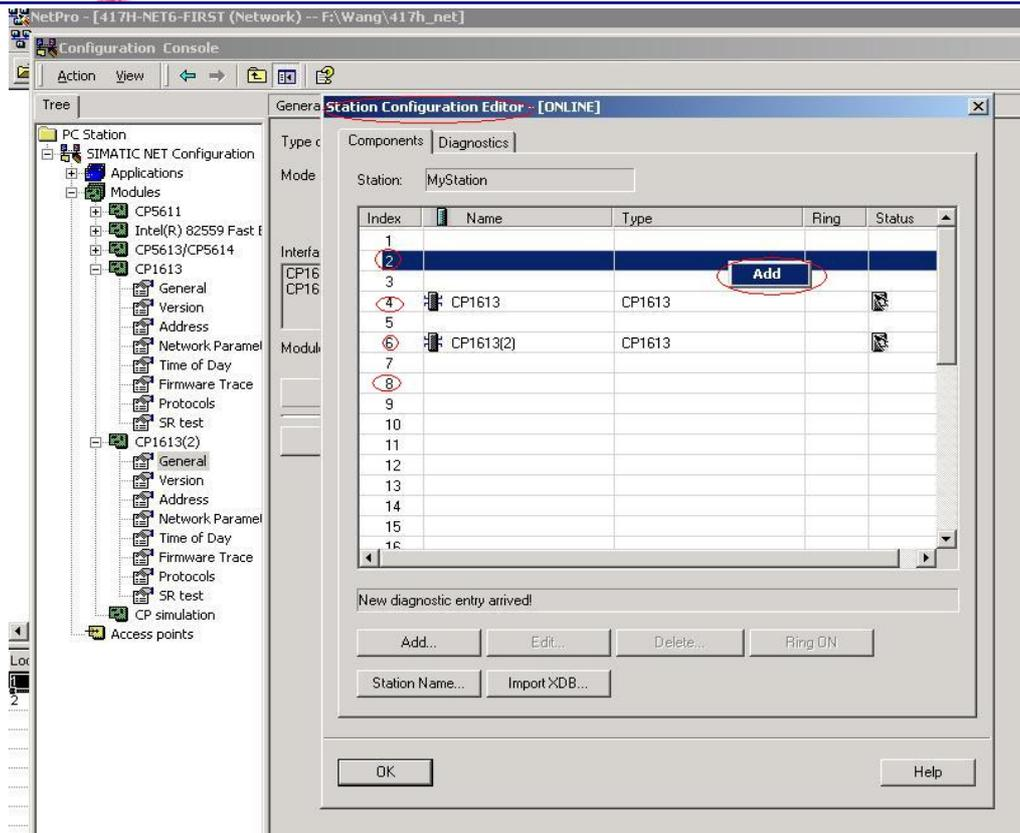

图 15
3.6 使用 Station Configuration Editor 进行编辑。双击工具条上的图标或者双击桌面上的 Component Configuration Editor 图标进入编辑画面，如图 15 所示。